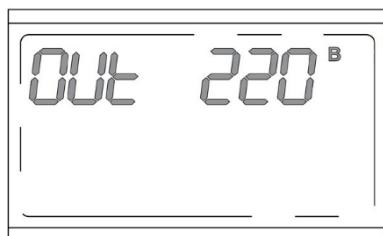

Рисунок 16. РК-дисплей у режимі налаштування вихідної напруги
1. Натисканням кнопки приблизно 8-40 секунд перевести РК-дисплей у режим налаштування вихідної напруги (**рисунок 16**). Та дочекатися коли значення стане 230 вольт і автоматично збережеться.